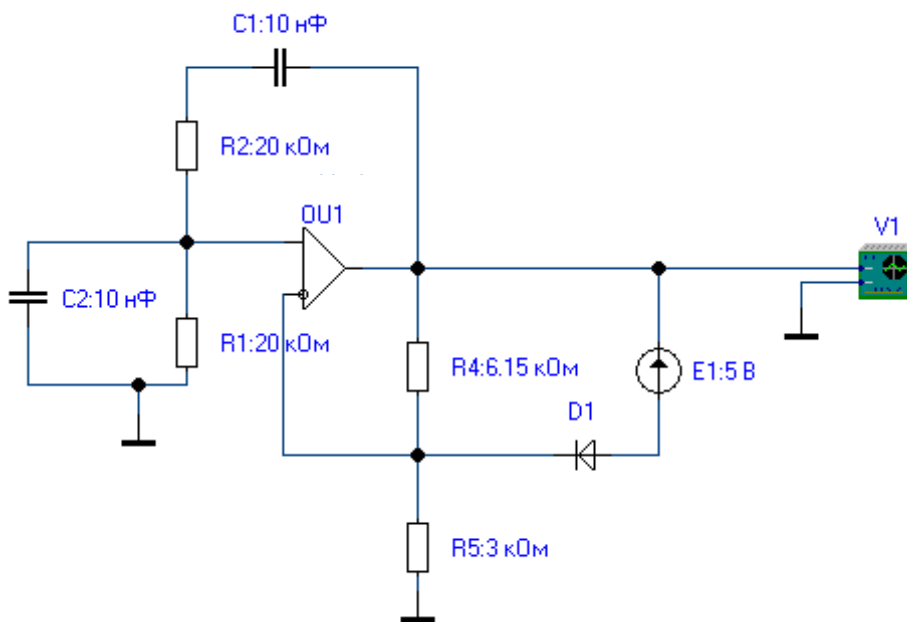

Рисунок 8.5 – LC-генератор с мостом Вина
8.5 Собрать и испытать генератор гармонических колебаний с мостом Вина (рис. 8.5). Источник напряжением 5 В используется совместно с диодом для ограничения амплитуды колебаний. Оценить частоту и амплитуду генерируемых колебаний. Во сколько раз амплитуда колебаний на неинвертирующем входе ОУ меньше, чем на выходе?